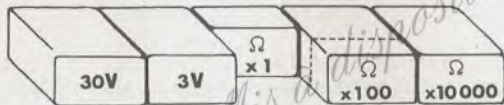

Fig5
- 3° Au fin d'essai pour relever une touche, appuyer sur une autre jusqu'au pointillé (fig.5).